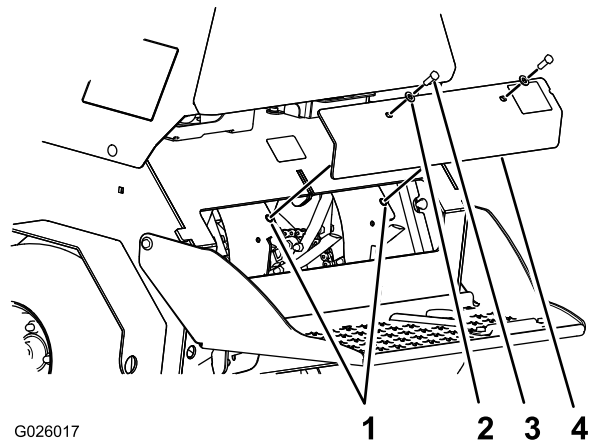

Figure 62
3. Retirez les 2 boulons (3/8 x 1 po) et les 2 rondelles (3/8 po) qui fixent le panneau arrière de la console au châssis, et déposez le panneau (Figure 62).
- Alignez les trous du panneau arrière et les trous du châssis (Figure 62).
- Fixez le panneau au châssis au moyen des 2 boulons et des 2 rondelles (Figure 62) que vous avez retirés à l'opération 3; serrez les boulons à un couple de 37 à 45 N·m (27 à 33 lb·po)